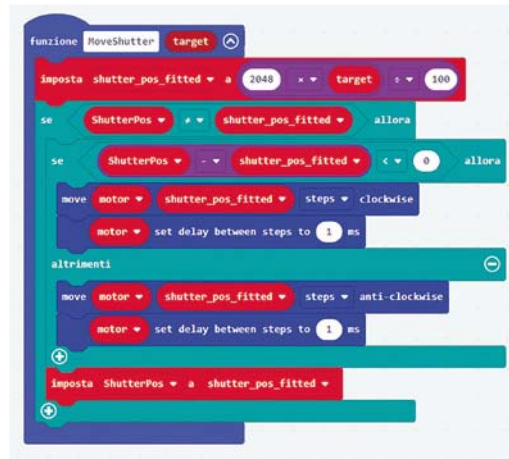

Fig. 15
- *MoveShutter*: consente di movimentare il motore e quindi chiudere o aprire la tapparella tramite il target definito (**Fig. 15**). La variabile "ShutterPos" è usata per tenere memoria della posizione attuale e valutare se un nuovo target è richiesto.